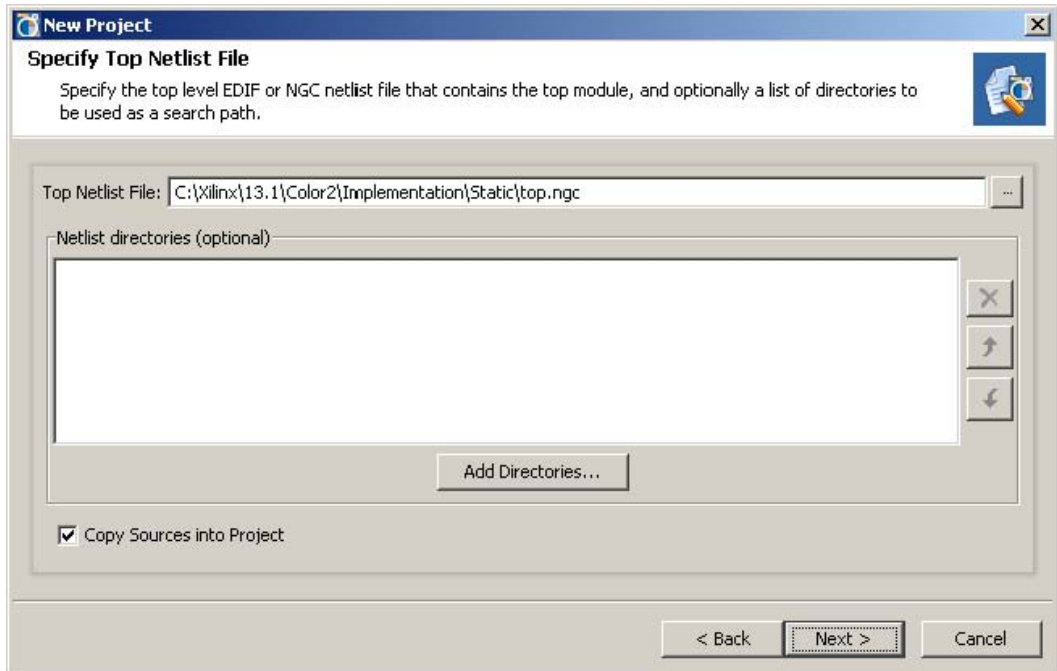

図 4-2 : スタティック ロジックのみを含むネットリストのインポート
2. 最上位レベルのネットリストを指定します。ネットリストのディレクトリは、スタティック ロジックのほかのモジュールがあるディレクトリに設定する必要があります。この例では、スタティック ロジックはすべて **top.ngc** に含まれています。下位レベル (リコンフィギャブル) モジュールは後でインポートします。図 4-2 は、[New Project] → [Specify Top Netlist File] ダイアログ ボックスを示しています。